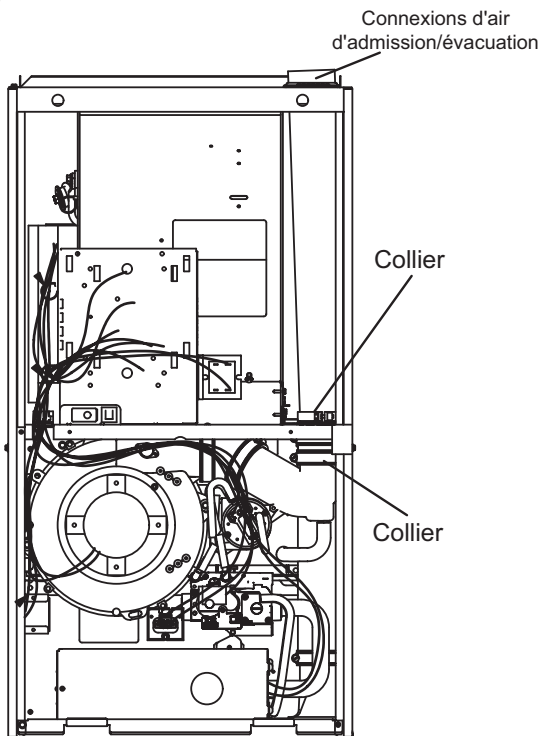
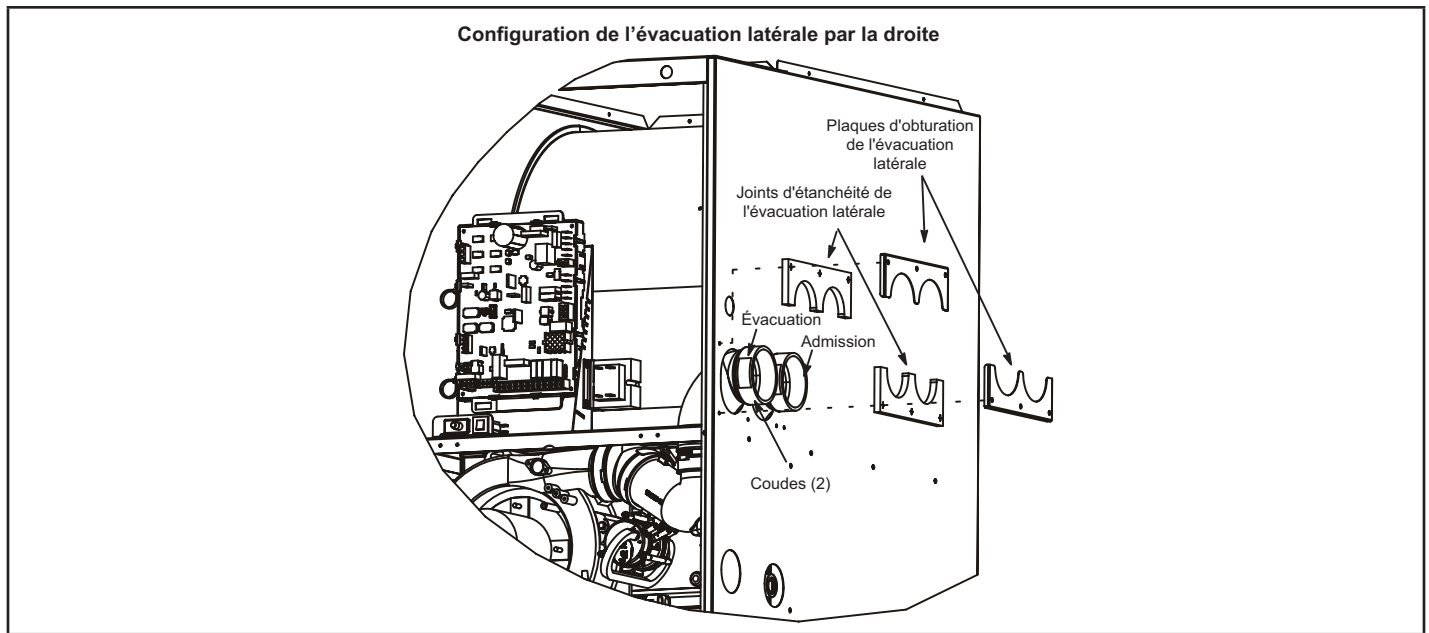

FIGURE 20
FIGURE 23
Le EL296DFE est livré avec un raccord d'évacuation/d'admission d'air au niveau du capuchon supérieur. Voir la FIGURE 20. À l'aide des pièces fournies, l'appareil peut être modifié sur place pour que ces connexions soient situées sur le côté droit de l'enceinte. Voir FIGURE 23 et suivre les étapes ci-dessous. Pour l'évacuation du côté gauche, commander l'ensemble 87W73.
- 2 - Desserrer les colliers de serrage qui fixent les raccords en caoutchouc aux tuyaux en PVC blanc à l'intérieur de la zone du vestibule. Voir la FIGURE 20.
- 3 - Desserrer le collier qui fixe les tuyaux au support du ventilateur. Voir Figure 20.
- 11 - Retirer la protection des joints d'étanchéité de l'évacuation latérale (2) et les appliquer sur les plaques d'étanchéité de l'évacuation latérale (2) comme illustré à la FIGURE 23.
- 12 - Installer les plaques d'étanchéité de l'évacuation latérale et les joints sur l'extérieur de l'enceinte, comme illustré à la FIGURE 23. Fixer avec six vis (quatre réutilisées et deux fournies dans le sac). Les trous sont prépercés dans les pièces et l'enceinte, aucun perçage n'est nécessaire.